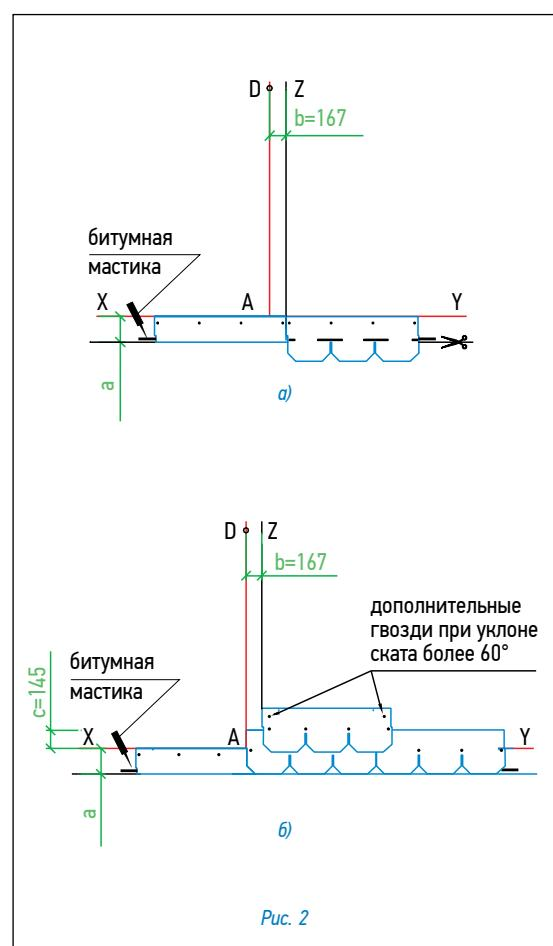

Рис. 2
Укладка материала (рис. 2)
- Начальный ряд формируется из специальной коньково-карнизной черепицы, либо из листов черепицы обрезанных по линии образованной конечными точками вырезов. Элементы начального ряда укладываются по линии карниза в обе стороны от линии Z (рис. 2а) и фиксируются по нижнему краю битумной мастики, а по верхней кромке 4 гвоздями (ось гвоздей на 5 см ниже верхнего края полосы);
- далее первый ряд черепицы укладывается от линии AD (рис. 2б);
- второй ряд укладывается от линии Z (со смещением 16,7 см от AD) (рис. 2б);
Каждый лист черепицы крепится 4 гвоздями в штатных местах таким образом, чтобы гвоздь прошивал и верхний край низлежащего листа черепицы (рис. 2б).